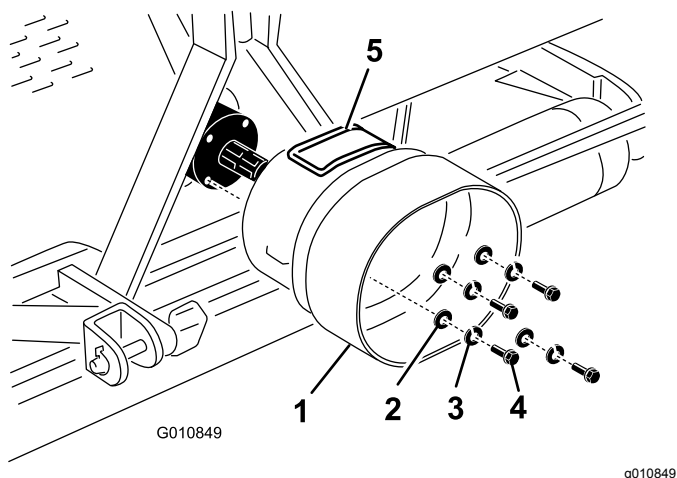

Bild 22
- Entfernen Sie die vier Schrauben, Sicherungsscheiben und Flachscheiben, die hinten am Aerifizierergetriebe befestigt sind (Bild 22).
- Befestigen Sie das Zapfwellenschutzblech mit den vorher entfernten Befestigungen am Aerifizierergetriebe (Bild 22). Achten Sie bei der Montage des Zapfwellenschutzbleches darauf, dass die Abdeckplatte (Bild 22) nach oben oder zur Seite positioniert ist, abhängig von der Konfiguration des Aerifiziererrahmens.
Hinweis: Sie können die Abdeckplatte (Bild 22) öffnen, um die Befestigungen der Zapfwellen leichter zu entfernen und zu montieren.